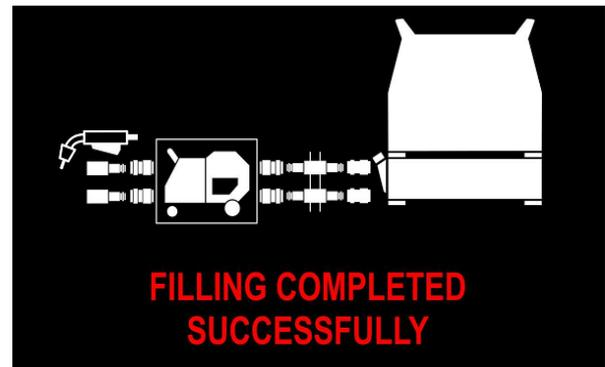

Abbildung 21
- Wenn der Füllvorgang erfolgreich abgeschlossen wurde (Abbildung 21 oder 29), wechselt der Kühler in den AUTO-Modus.